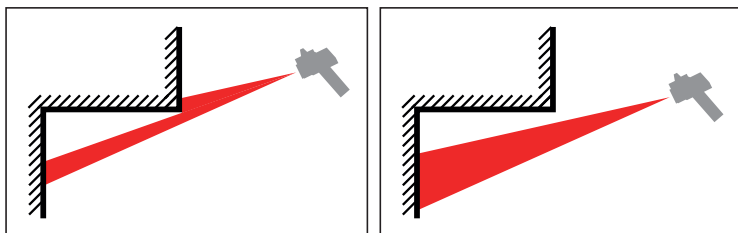
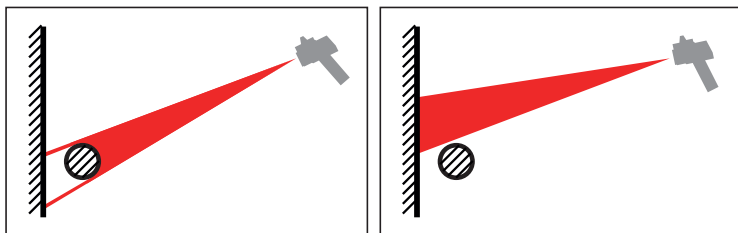

Fig. 16: Source d'erreur lors de la mesure (1)
Fig. 17: Source d'erreur lors de la mesure (2)
- Il y a des obstacles le long du tronçon de mesure (fig. 16 et fig. 17).